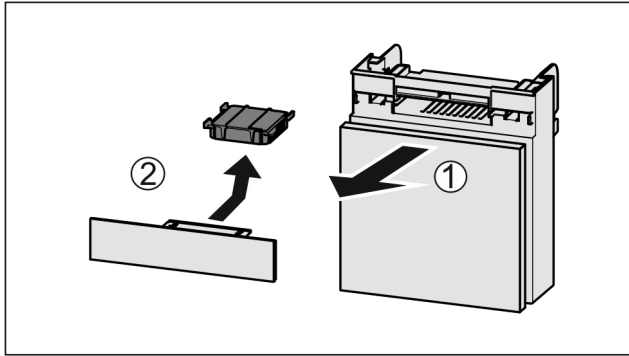

Fig. 127
- ▶ Lade vanaf de voorkant eruit trekken Fig. 127 (1).
- ▶ Actiefkoolfilter verwijderen Fig. 127 (2).